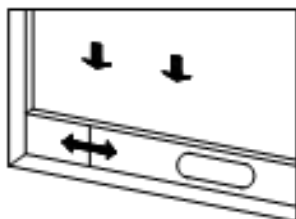
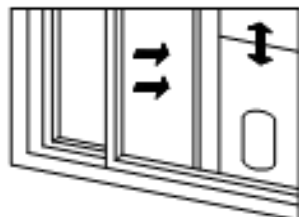

Bild 2
Bild 3
1) Håll fönstret halvöppet, och montera förseglingsplattan för fönstertätning till fönstret (se bild 2 och bild 3). Komponenterna kan placeras i horisontell och vertikal riktning.